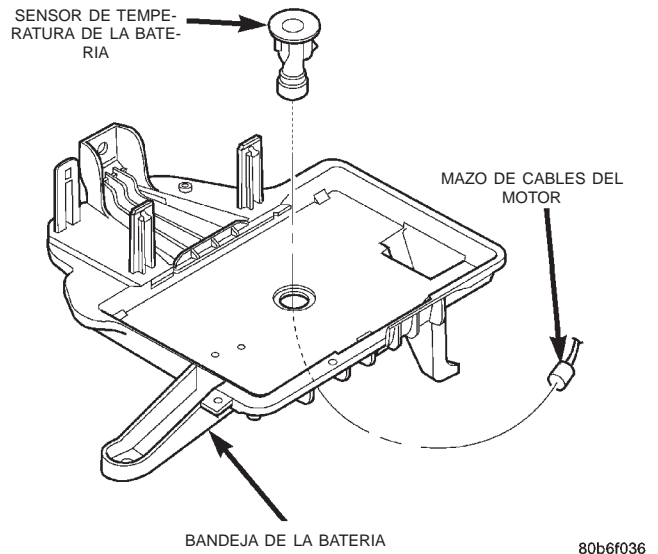

Fig. 1 Localización del sensor de temperatura de la batería
(1) El sensor se encuentra debajo de la batería y está sujeto a la bandeja de la batería (Fig. 1). El mazo de cableado del motor se enchufa directamente en la parte inferior del sensor.
(2) Retire el sensor y desconéctelo del mazo del motor. Consulte el procedimiento en Desmontaje e instalación del Sensor de temperatura de la batería.
(3) Conecte los cables del ohmiómetro a los terminales de cables en la parte inferior del sensor.
(4) Con una temperatura ambiente de 25° C (75–80° F), debería existir una lectura de ohmiómetro de 9.000 (9k) a 11.000 (11K) ohmios.